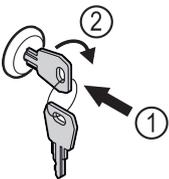

Fig. 192 Beispielhafte Darstellung
- ▶ Schlüssel hineindrücken Fig. 192 (1).
- ▶ Schlüssel um 90° im Uhrzeigersinn drehen Fig. 192 (2).